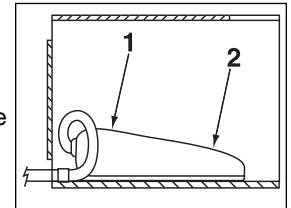

Figure 7
5.2 Option d'interrupteur au pied (voir la figure 7).